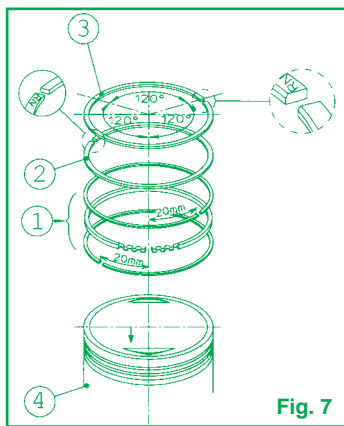

Fig. 7
- Inserire l'espansore del segmento raschiaolio nella apposita cava sul pistone, inserire l'elemento raschiaolio inferiore e successivamente l'elemento raschiaolio superiore completando il montaggio del raschiaolio (Fig. 7 - Part 1).
- Montare il secondo segmento con la stampigliatura N rivolta verso la parte superiore del pistone come indicato in Fig. 7 - Part. 2.
- Inserire il primo segmento di compressione con la stampigliatura N rivolta verso la parte superiore del pistone come indicato in Fig. 7 - Part. 3.
- Posizionare le aperture dei tagli delle fasce elastiche come indicato in Fig. 7.
- Posizionare il pistone sulla biella e inserire il nuovo spinotto. Accertarsi che la freccia punzonata sul cielo del pistone sia rivolta dal lato scarico (Fig. 7 - Part 4).
- Ricontrollare che le aperture dei tagli delle fasce elastiche siano posizionate come indicato in Fig. 7.
- Spegnerlo il motore, effettuare un ulteriore spurgo allentando il bullone (Fig. 7).